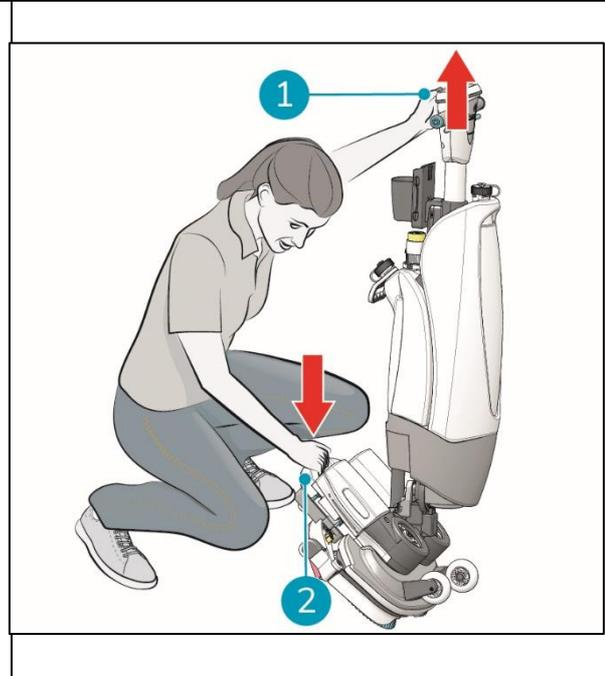

Figure 21
1. Accroupissez-vous en tenant fermement le plateau de lavage d'une main (Figure 21, pos. 2).
2. Pousser la poignée vers l'avant avec l'autre main (Figure 21, pos. 1).